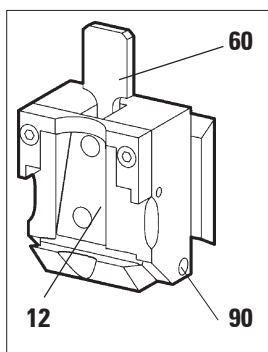

Fig. 34
- Akselen (**90**) på klemhåndtaket til kassettklemmen (se Fig. 34).